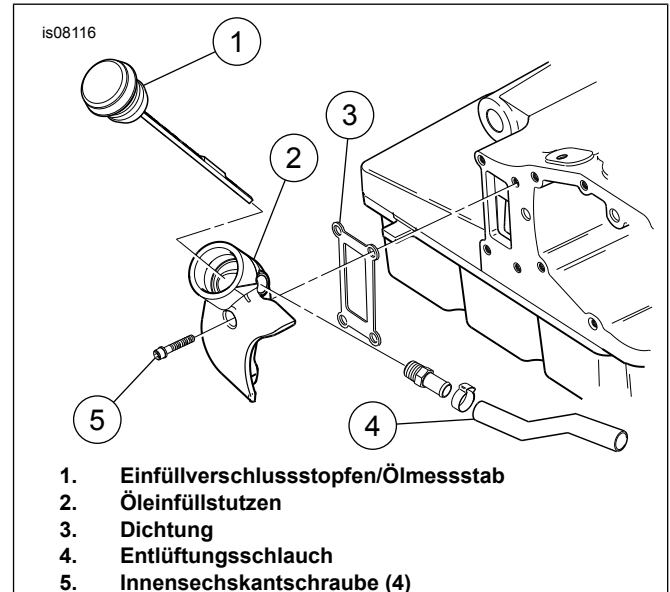

Abbildung 1. Öleinfüllstutzen ausbauen (nur FLT-Modelle)
3. Für alle Modelle, außer FLT: Siehe Werkstatthandbuch. Den neuen Anlasser einbauen. Mit Schritt 4 fortfahren. Für FLT-Modelle: Siehe Abbildung 1. Wenn dieser Anlasser an FLT-Motorradmodellen eingebaut wird, muss der Öleinfüllstutzen ausgebaut werden. Ausbau des Öleinfüllstutzens an FLT-Modellen: Die Schrauben sind schwer zugänglich, können aber vorsichtig entfernt werden, ohne die Auspuffanlage abzunehmen.
- b. Öleinfüllverschlussstopfen/Ölmesstab (1) entfernen und beiseite legen.
- c. Den Entlüftungsschlauch (Teil 4, falls vorhanden) am Öleinfüllstutzen (2) lassen. Die vier Innensechskantschrauben (5) entfernen, mit denen der Stutzen am Getriebegehäuse befestigt ist. Den Öleinfüllstutzen abnehmen. In einen Lappen wickeln und beiseite legen, sodass er nicht im Weg ist.
- f. Die neue Dichtung (3) ordnungsgemäß aufsetzen und den Öleinfüllstutzen wieder anbringen. Die Schrauben auf ein Drehmoment von 9,5–12,2 N·m (7–9 ft·lb) anziehen.